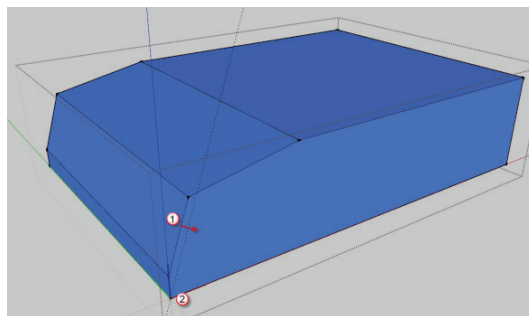

图 2.10 绘制辅助线
(10) 绘制辅助线。按 T 快捷键发出“卷尺工具”命令，以线段①为起点，在点②处绘制与线段①平行的辅助线，如图 2.10 所示。